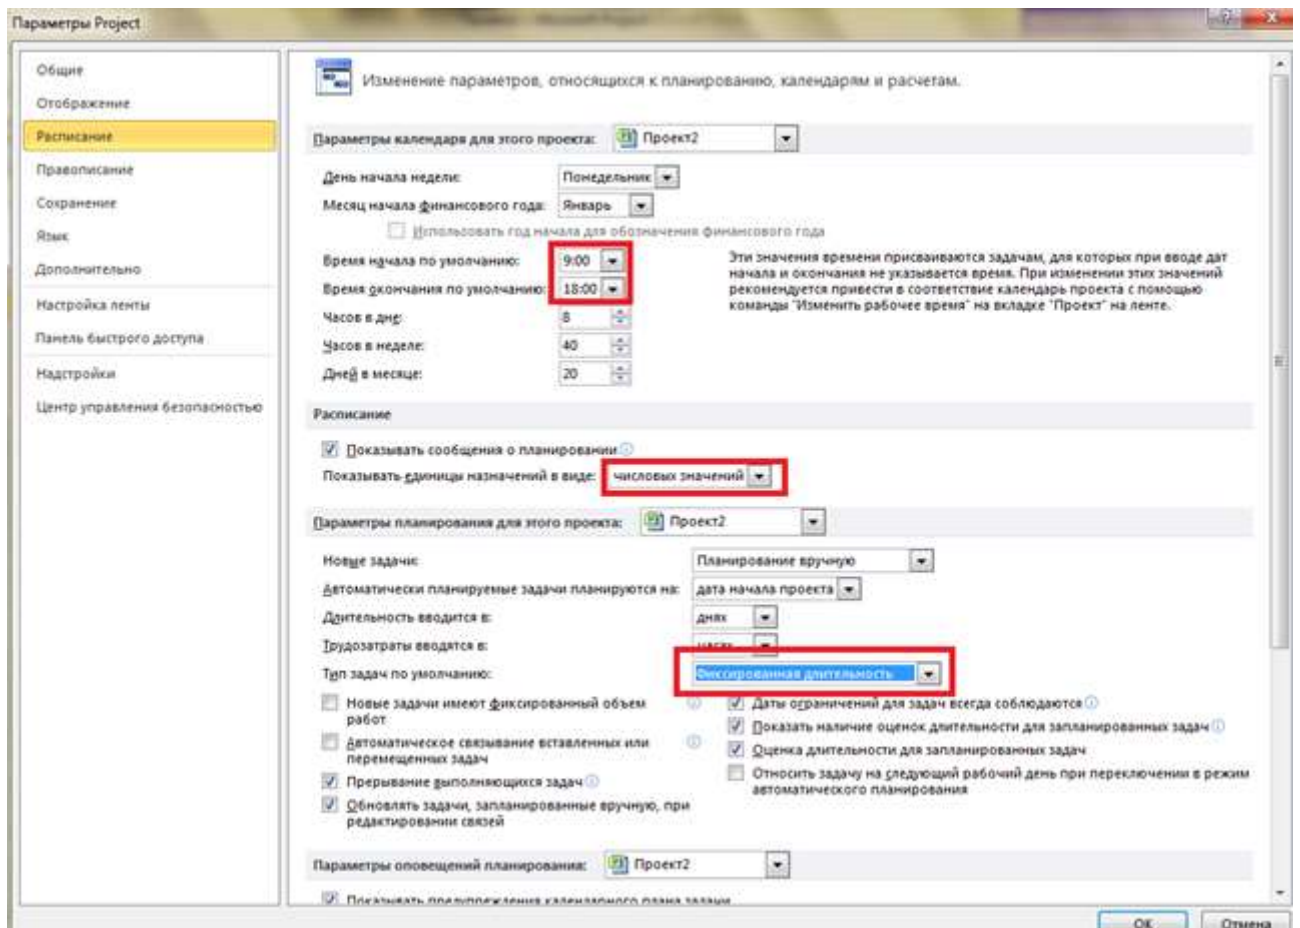

Рис. 3.2 - Настройка закладки «Расписание»
2. Закладка «Расписание», Рис. 3.2: